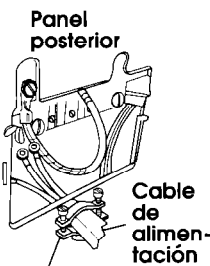

Figura 15
3. Fije el alivador de 3/4 pulg. con aprobación U.L. (con la marca U.L.) en el orificio debajo de la abertura del bloque de terminales (consulte la figura 15).